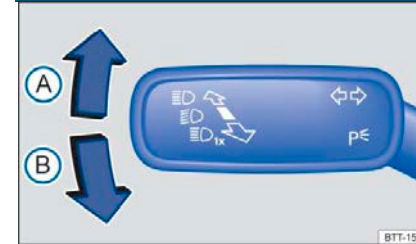

Рисунок 62 Левая сторона рулевой колонки: рычаг управления указателями поворота/фарами дальнего света
- Переместите рычаг управления указателями поворота/дальним светом фар → рис. 62 из среднего положения в следующие положения: